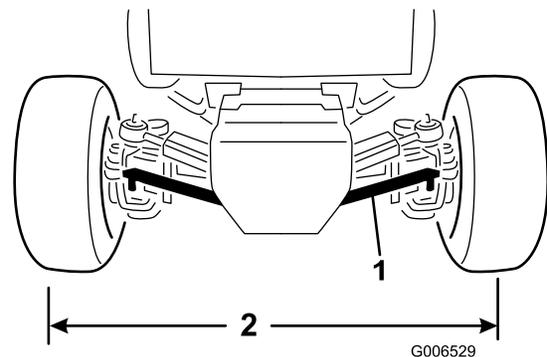

図 68
1. タイロッドのボールジョイントのつをアクスルのブラケットに固定しているコッターピンとキャスルナットを外してボールジョイントをアクスルから外す \(図 68\)。
3. 右タイヤの中心線からと左タイヤの中心線までの距離が、タイヤの前後で等しくなるように、タイロッドのボールジョイントを内側または外側に回して調整する 図 68。